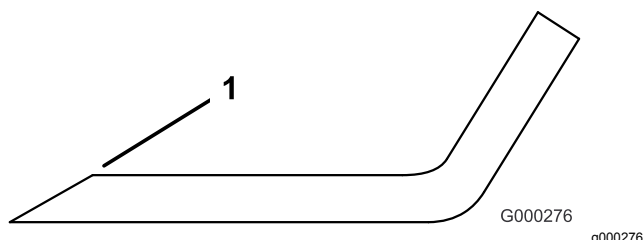

Figure 131
3. Examinez les tranchants de toutes les lames et aiguissez-les s'ils sont émoussés ou ébréchés (Figure 131).
Remarque: N'aiguissez que le haut du tranchant et conservez l'angle de coupe d'origine pour obtenir une coupe nette (Figure 131). Limez la même quantité de métal sur chacun des deux tranchants pour ne pas déséquilibrer la lame.